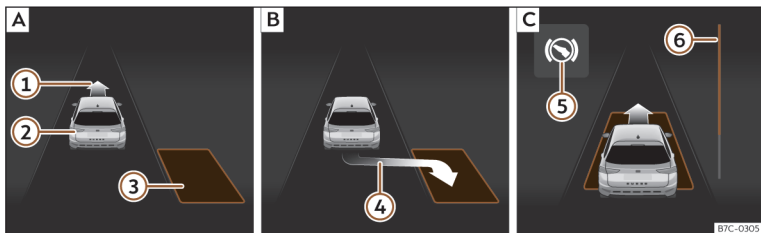
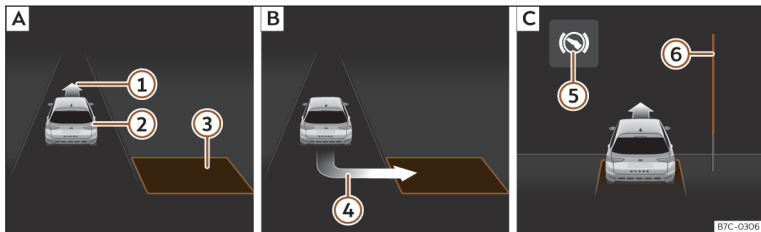

Fig. 134 En la pantalla del del cuadro de instrumentos: aparcar en línea. **[A]**: Buscar un hueco de aparcamiento. **[B]**: Posición para aparcar. **[C]**: Maniobrar.
Fig. 135 En la pantalla del del cuadro de instrumentos: aparcar en batería. **[A]**: Buscar un hueco de aparcamiento. **[B]**: Posición para aparcar. **[C]**: Maniobrar.
posición correcta para aparcar >>> **fig. 134 [B]** o >>> **fig. 135 [B]**. El hueco habrá sido considerado “apropiado” si en la pantalla del cuadro de instrumentos aparece la indicación de aparcar ④.
• Retroceda hasta que suene la señal continua del ParkPilot; **O BIEN:** retroceda hasta que en la pantalla del cuadro de instrumentos aparezca la indicación de dar marcha adelante >>> **fig. 134** **C** o >>> **fig. 135** **C**; **O BIEN:** retroceda hasta que en la pantalla del cuadro de instrumentos aparezca el mensaje **Park Assist finalizado**. La barra de progreso **⑥** indica la distancia que hay que recorrer.
• Dé marcha adelante hasta que suene la señal continua del ParkPilot; **O BIEN:** dé marcha adelante hasta que en la pantalla del cuadro de instrumentos aparezca la indicación de dar marcha atrás. El sistema de aparcamiento asistido dirige el vehículo marcha adelante y marcha atrás hasta centrarlo en el hueco >>> **fig. 134** **C** o >>> **fig. 135** **C**.
La barra de progreso >>> **fig. 134** **⑥** y >>> **fig. 135** **⑥** muestra simbólicamente en la pantalla del cuadro de instrumentos la distancia relativa que aún queda por recorrer. Cuanto mayor es la distancia, más llena está la barra de progreso. Al circular marcha adelante, el contenido de la barra de progreso disminuye hacia arriba, y al circular marcha atrás, disminuye hacia abajo.